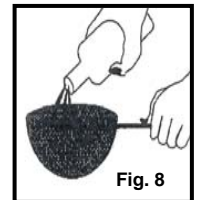

Fig. 8
- Vuelva a llenar el recipiente de aceite con aceite al verter el aceite con un colador de alambre o filtro de papel. (Fig. 8)